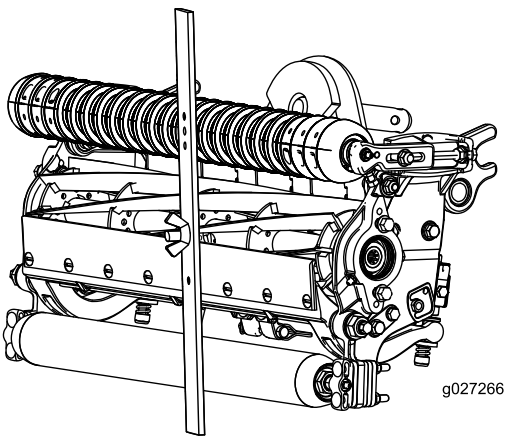

Figura 17
- 4. Enganche la cabeza del tornillo sobre el filo de la contracuchilla y apoye el extremo trasero de la barra sobre el rodillo trasero (Figura 17).
- 5. Gire el tornillo de ajuste hasta que el rodillo delantero entre en contacto con la barra de ajuste (Figura 17).